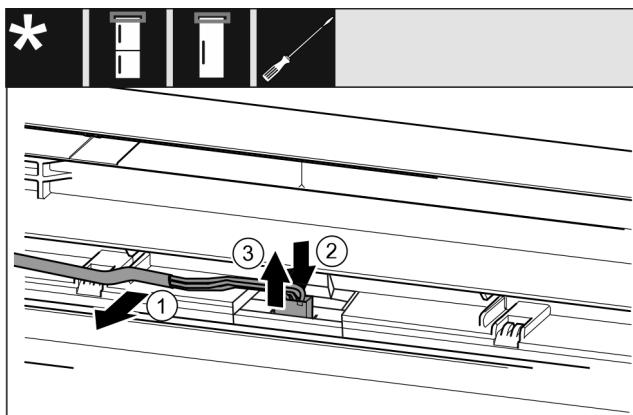

Fig. 20
- Oprezno odvojite sivi kabel iz vodilice u vratima. Fig. 20 (1)
- Pritisnite spojnicu iza utikača prema natrag. Fig. 20 (2)
- Oprezno izvucite utikač prema gore. Fig. 20 (3)